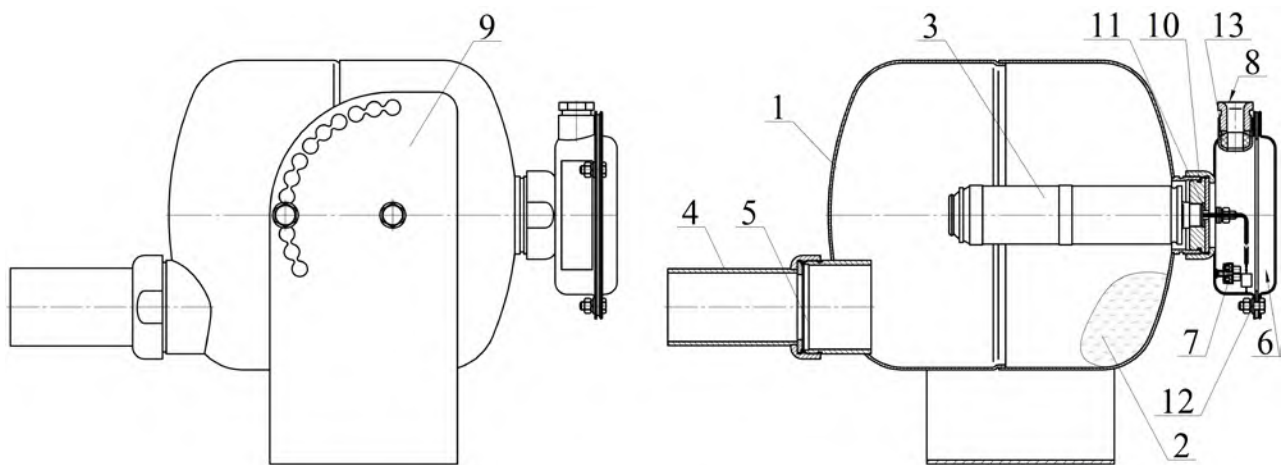

Рисунок 1
МПП (см. рисунок 1) состоит из корпуса **1**, в котором размещаются огне-тушащий порошок (ОП) **2** и источник холодного газа (ИХГ) **3**.
2.1.3 Закрепить кронштейн **9** (см. рисунок 1) на потолке, стене или иной несущей плоскости, расположенной под любым углом относительно поверхности пола. Координаты отверстий в кронштейне, предназначенном для крепления МПП, приведены на рисунке 3.